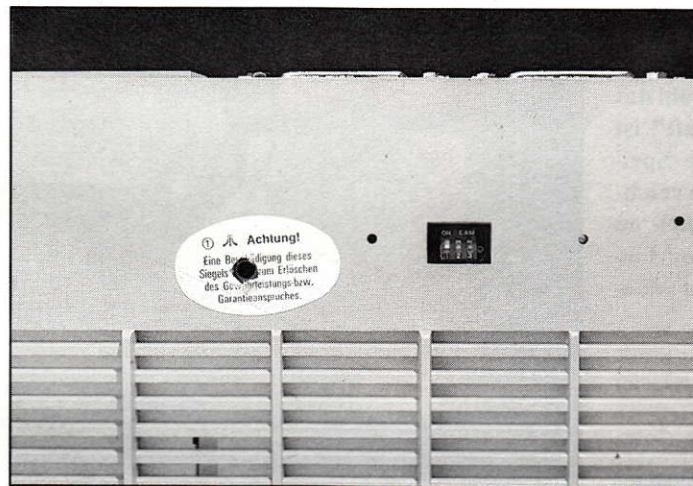
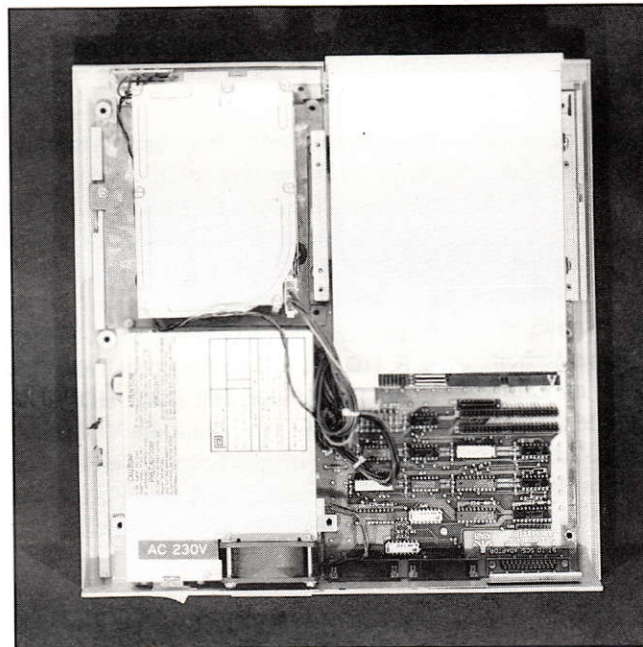

Bild 3: Der DIP-Schalter auf der Rückseite muß auf die zweite Platte eingestellt werden.
Bild 5: Die Platte ist eingebaut, es fehlen nur noch die Kabel.
Bild 3 zeigt das Ergebnis des Umbaus. Die Stromversorgung des alten Lüfters muß noch gekappt werden und das Kabel des neuen Lüfters wird einfach an den Stecker der Lüfterstromversorgung angelötet. Da sich der Stecker leider nicht öffnen läßt, müssen die Kabel des abgeschnittenen Steckers mit den Kabeln des Lüfters verlötet und beide Lötstellen noch mit Isolierband geschützt werden.
2. Man stecke das freie, zweite SCSI-Stromversorgungskabel, welches in der MEGAFILE 44 auf Anschluß wartet, in die Buchse der Seagate-Platte und löse die Verbindung zwischen dem eingebauten SyQest-Laufwerk SQ555 und dem ATARI-Host-Adapter. Auf Stecker J2 kommt nun das Verbindungskabel zur ST157N und auf den Stecker J3 das Verbindungskabel zur SQ555. Beide Kabel sollten lang (30-40 cm) sein. Die Lage der Steckerleisten J2 und J3 auf dem ATARI-Host-Adapter ist in Bild 3 zu sehen. (J2 und J3 sind parallel angeordnet, und J2 liegt nahe an der SQ555.)
sitzt. Man sollte noch den Vorwiderstand vor der ATARI-LED überbrücken, da ein solcher schon vor der Platten-LED sitzt. Wichtig ist, hier möglichst kurzzeitig zu löten und am besten einen geerdeten LötKolben zu verwenden. In der LED der ST157N sieht man bei genauerem Hinsehen einen kürzeren Anschluß und einen längeren. An das Beinchen, das zu dem kürzeren gehört, wird das rote Kabel gelötet, und an das andere Beinchen das schwarze Anschlußkabel. Das Ergebnis zeigt Bild 5, hier ist schon die ATARI-Kontroll-LED an die Platte gelötet, und der helle Stecker, der auf dieser Abbildung noch zu sehen ist, wird wieder auf den Steckplatz J6 auf dem SCSI-Host-Adapter gesteckt (s. Bild 3).